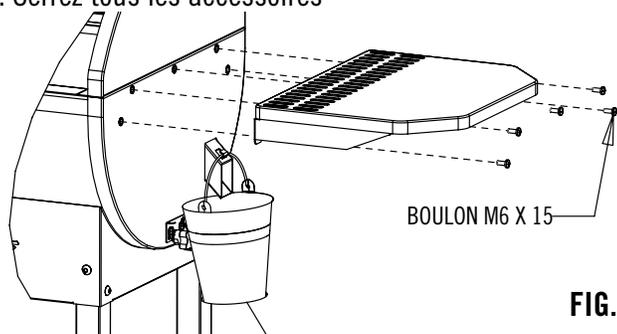

**FIG. 6**
1. Monter la support comme indiqué à la Fig. 6.